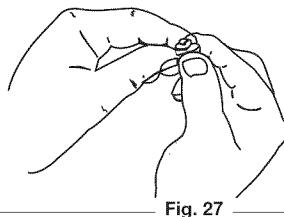

Fig. 27
5. Apriete el filtro para espaciar y retirar el exceso de aceite (Fig. 27).